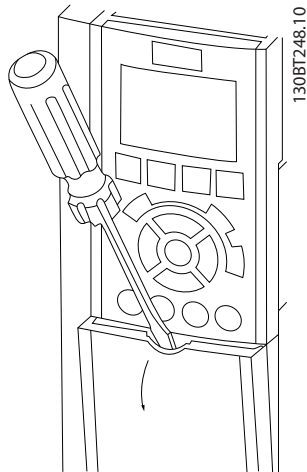

Рисунок 2.17 Доступ к подключению элементов управления в корпусах А2, А3, В3, В4, С3 и С4
- Снимите крышку с помощью отвертки. См. Рисунок 2.17.